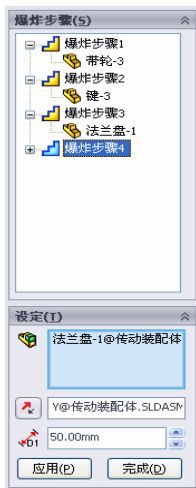
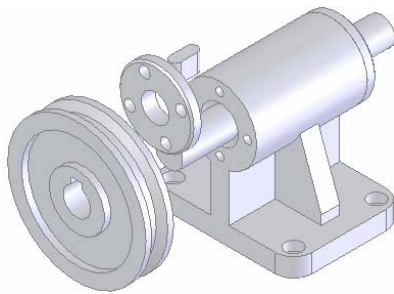

图 12-36 爆炸设置
图 12-37 爆炸后的视图
⑧ 生成爆炸步骤。按照图 12-36 所示进行设置后，单击图 12-36 中的“完成”按钮，对“法兰盘 1”零件的爆炸完成，并形成“爆炸步骤 4”，结果如图 12-37 所示。